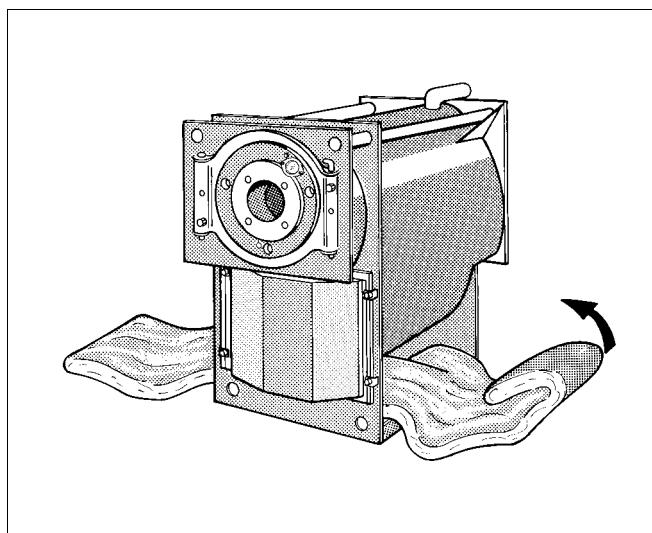

Abb. 4 Wärmeschutz anbringen
Bei der Wärmeschutzmatte ist darauf zu achten, dass das Textilgewebe außen und die Ausschnitte hinten angeordnet sind (Abb. 4).
- Wärmeschutz unter dem Kessel durchschieben (Abb. 4).